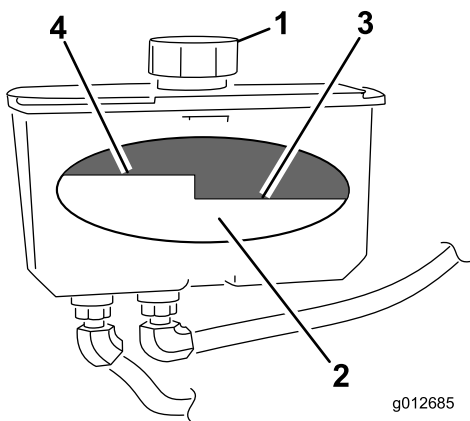

Figure 73
4. Nettoyez la surface autour du bouchon et du goulot de remplissage du réservoir hydraulique (Figure 73).
5. Retirez le bouchon du goulot de remplissage. Vérifiez le niveau d'huile à l'intérieur du réservoir (Figure 73).
**Remarque:** Lorsque l'huile est chaude, elle doit atteindre le haut du repère "à chaud" sur le déflecteur (Figure 73).